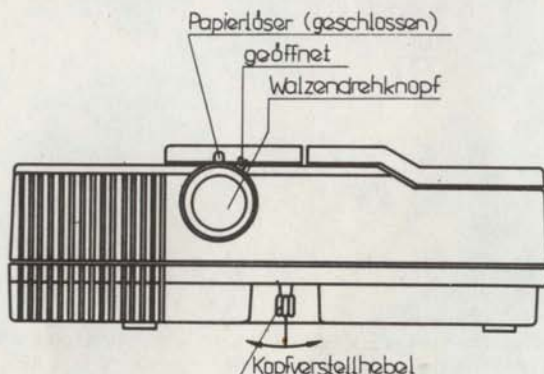

Abbildung 4: Bedienelemente
2.4.1 Walzendrehknopf (Abb.4)
2.4.2. Papierlöser (Abb.4)
2.4.3. Kopfverstellhebel (Abb.4)